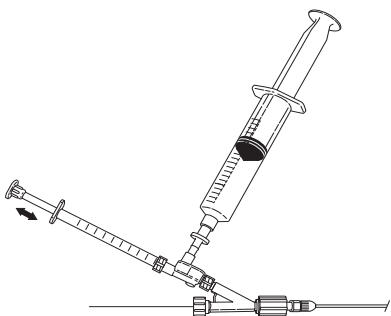

Fig. 8
10. Para infundir la solución, tome la dosis deseada con la jeringa de 1 ml e inyéctela. Vuelva a cargar la jeringa de 1 ml y repita la técnica de infusión tantas veces como sea necesario. (Fig. 8)